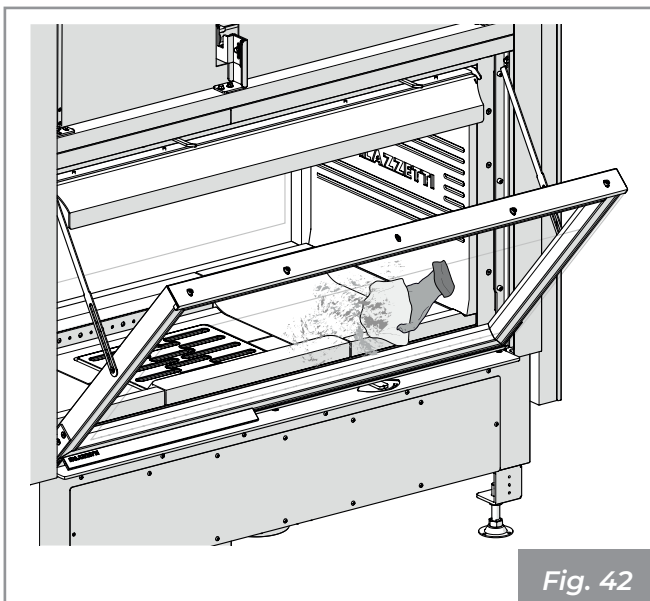

Fig. 42
- 3) Pulire il vetro con un panno umido o con della carta inumidita e passata nella cenere (Fig. 42). Si possono anche usare dei detergenti adatti per la pulizia dei forni da cucina.